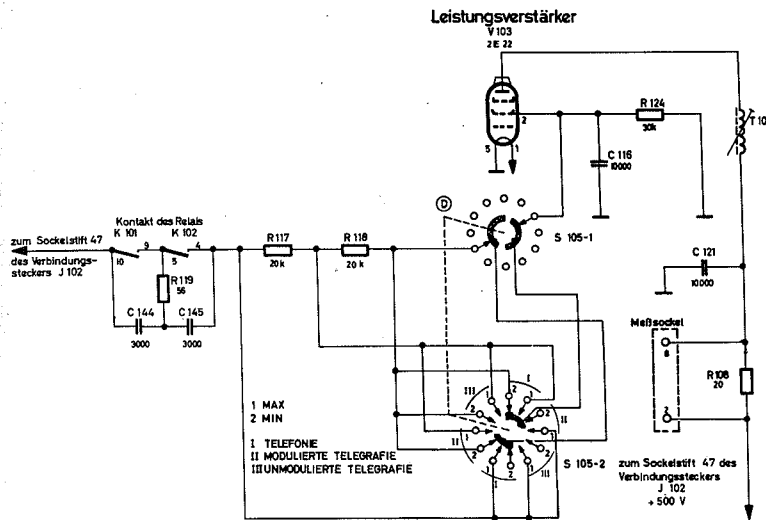

Bild 72 Schirmgitterkreis des Leistungsverstärkers, Schalter in Stellung „MIN“
5.2.5 Leistungsverstärker, Röhre V 103, Röhrentyp 2 E 22 (Bild 72)
d) **Schirmgitterkreise, MAX- und MIN-Leistung (Normal- und Unterspannung (Bild 72).**